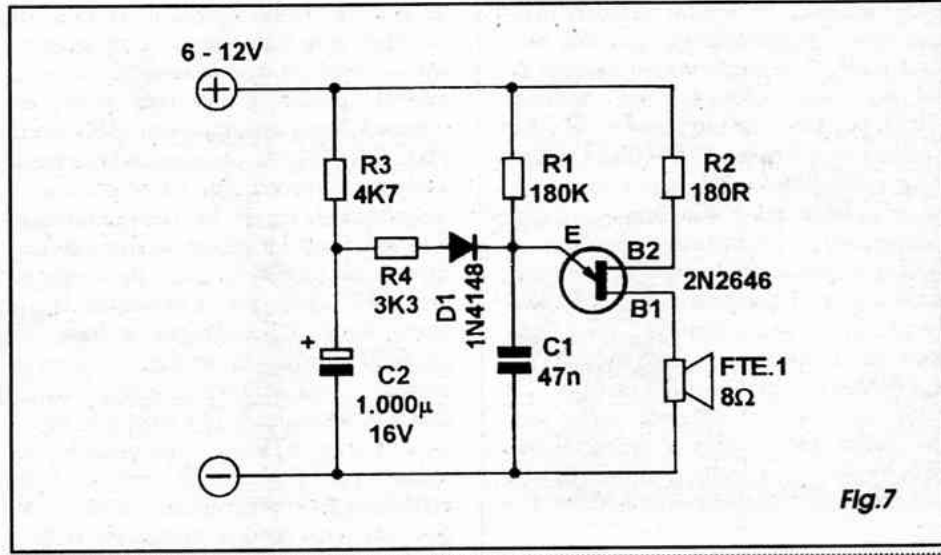

Fig.7
- FIG. 7 - Graças às características de funcionamento do TUI, não é difícil modular ou controlar o funcionamento e a frequên-